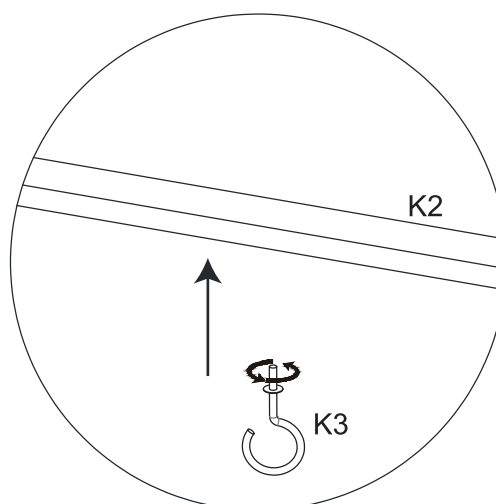

Figure 10-2
10.2. Fixer le crochet d'évent de toit (K3) au support central d'évent de toit (K2). Voir figure 10-2.